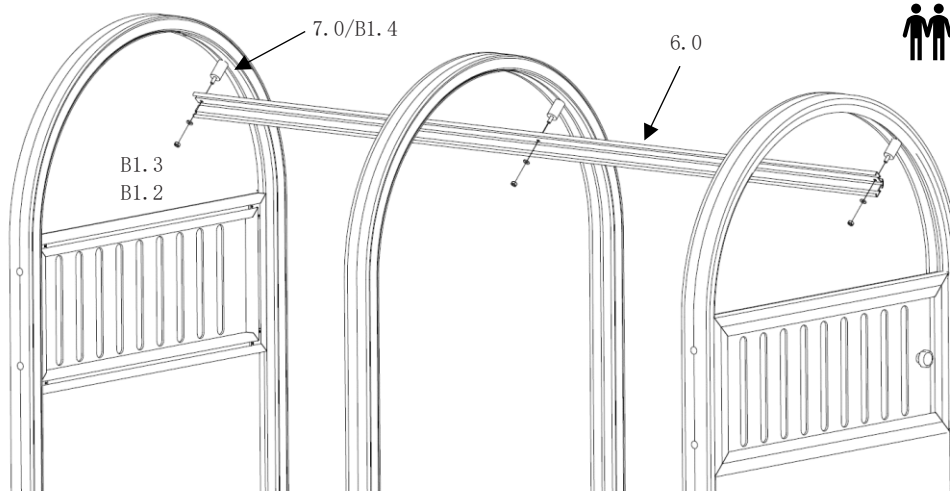

Abb. 19
- an der angezeichneten Position die erste Distanzhülse (**Pos. 7.0**) mit Borteneckwinkel (**Pos. 6.0**) und Sechskantschraube (**Pos. B1.4**) mittels U-Scheibe (**Pos. B1.3**) Sechskantmutter (**Pos. B1.2**) verschrauben. (Abb. 19)
- dann die zweite und dritte Distanzhülse (**Pos. 7.0**) positionieren und verschrauben. (Abb. 19)